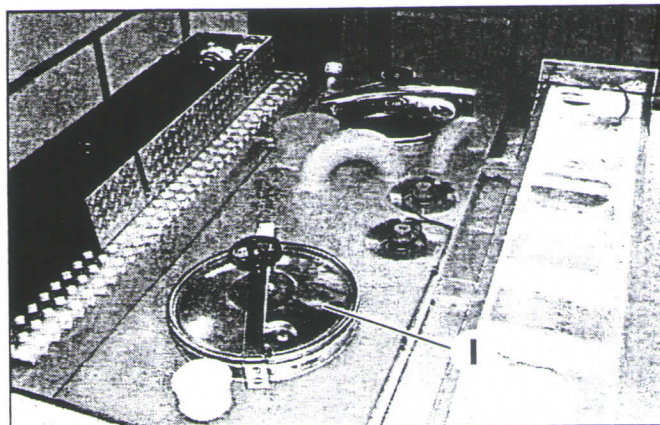

Fig. 49/1 Escotilha para enchimento do tanque de produto para espuma no teto (Pos. 1)
- Abra a escotilha de enchimento no teto da estrutura superior (Fig. 49/1, Pos. 1).
- Coloque o interruptor basculante *Manual/Automático* na posição *Manual* (Fig. 49/I, Pos. 1).